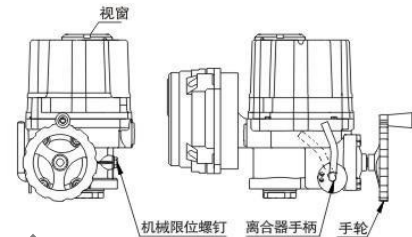
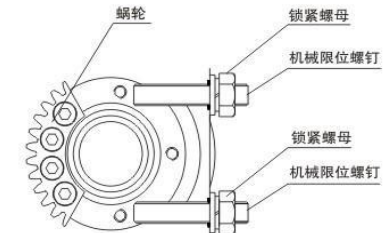

图9
图10
7.1 机械限位调整 (图9、图10)
松开机械限位螺钉及锁紧螺母，边转动手轮旋转一圈，边向左扳动一下离合器手柄，使离合器啮合后，继续旋转手轮，然后手动使执行器运动到全关的位置，旋转限位螺母，当其碰到里面的扇形齿轮后停止转动，再旋出两圈，最后上紧锁紧螺母。这样就设定好了执行器全关时的机械限位的位置。全开时的位置可同样设定。如图9、图10所示：